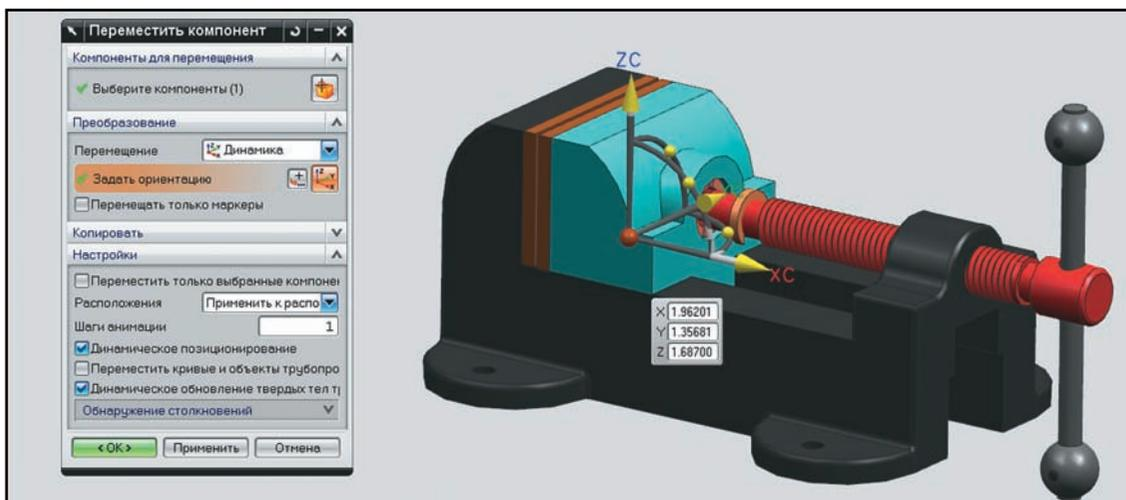

Рисунок 7.16. Позиционирование компонентов
- С помощью команды **Перемещение** расставить компоненты в новые положения. При этом в диалоге команды перемещения опция **Расположения** должна иметь значение **Применить к расположению** – это будет означать, что операции перемещения будут запомнены в текущем активном расположении (рис. 7.16).